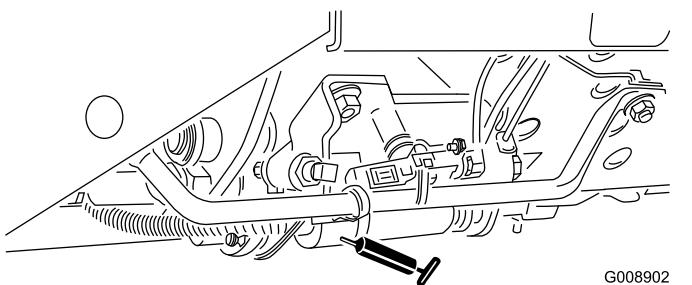

Рисунок 45
- Движок режима скашивания/транспортировки (Рисунок 45)